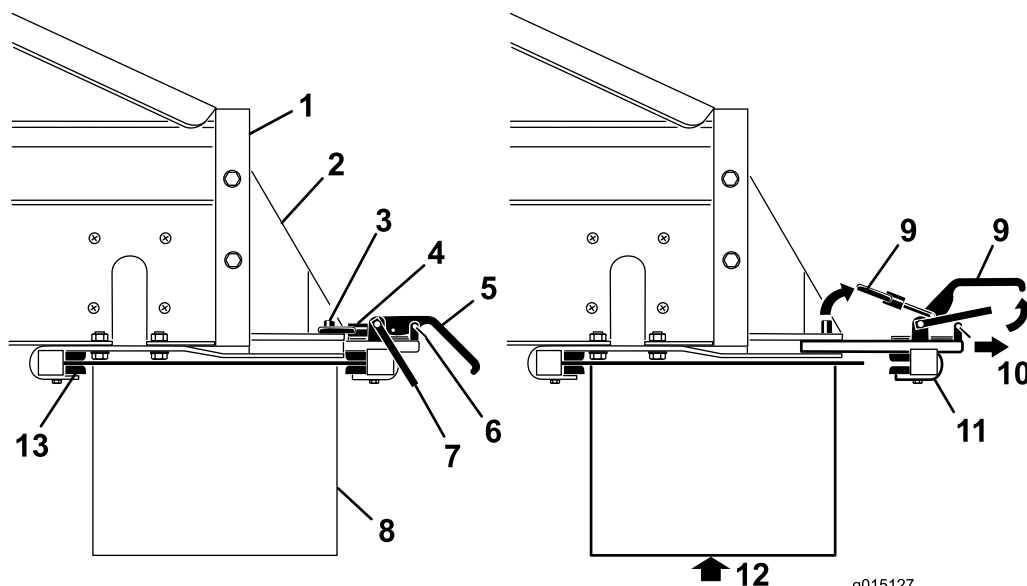

Figura 2
1. Rimuovete le clip dei fermi di sicurezza dalle maniglie di attacco (Figura 2).
2. Sollevate il fermo di sicurezza, poi le maniglie di attacco dell'accessorio e liberate gli anelli di bloccaggio dai perni di bloccaggio ((Figura 2).
3. Estraete il gruppo di attacco posteriore dell'accessorio dalle fessure di attacco rapido (Figura 2).
4. Con l'aiuto di una persona, inserite il bordo anteriore dello spargitore doppio sopra e sotto la parte posteriore dell'MH-400 nei morsetti anteriori sulle staffe (Figura 2).
5. Sostenete lo spargitore doppio, facendo scorrere contemporaneamente il gruppo di attacco posteriore dell'accessorio nelle fessure delle staffe, sulla parte posteriore (Figura 2).
7. Rimontate le clip dei fermi di sicurezza sulle maniglie di attacco (Figura 2).